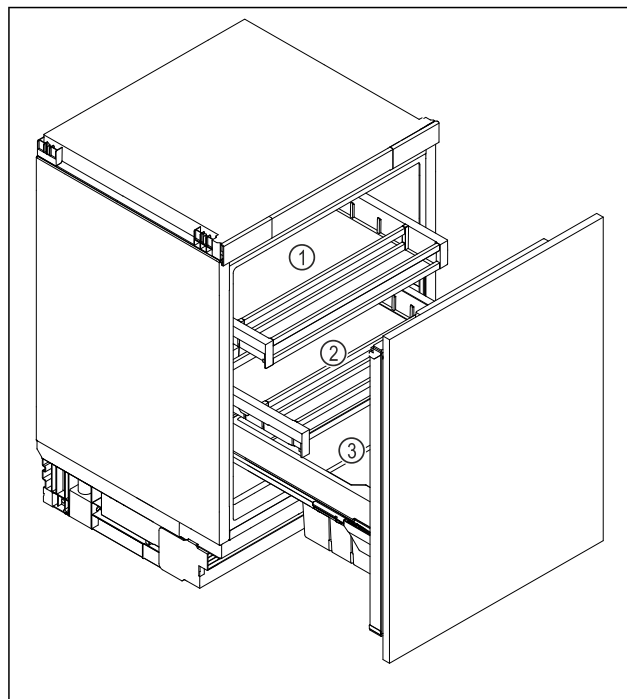

Fig. 6 Voorbeeldweergave
- Bovenste schuifvak Fig. 6 (1): Boter, kaas, conserven en tubes bewaren.
- Onderste schuifvak Fig. 6 (2): Bederfelijke voedingsmid-delen zoals kant-en-klaarmaaltijden, vis, vlees en worst-producten bewaren.
- Fruit- en groentebak Fig. 6 (3): Verpakt fruit en verpakte groenten bewaren.
- Drankenvak Fig. 6 (3): Afzonderlijke flessen bewaren.